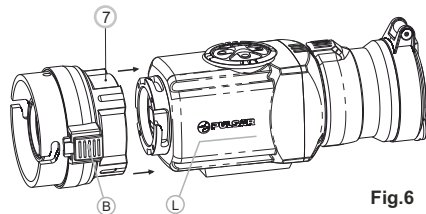

Fig.6
- Localisez l'oculaire d'attache de sorte que le verrou (B) soit parallèle au logo Pulsar (L) sur le corps de l'appareil (Fig.6).
- Insérez l'oculaire d'attache dans le corps de l'appareil jusqu'à la butée et fixez-le en tournant la bague de verrouillage (7) de l'adaptateur de type bayonnette dans le sens horaire.